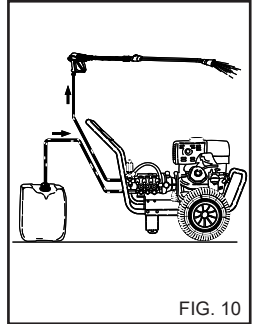

FIG. 10
- 1) Después del uso con detergente, aclarar el circuito de aspiración; introducir el tubo de aspiración del detergente (fig. 10) en un bidón de agua limpia y hacer funcionar la bomba durante 1 minuto con el grifo de dosificación completamente abierto y la lanza en fase de suministro de detergente.
- 4) Después del uso con detergente, aclarar el circuito de aspiración, introducir el tubo de aspiración (fig. 10) del detergente en un bidón de agua limpia y hacer funcionar la bomba durante 1 minuto y la lanza en fase de suministro del detergente.